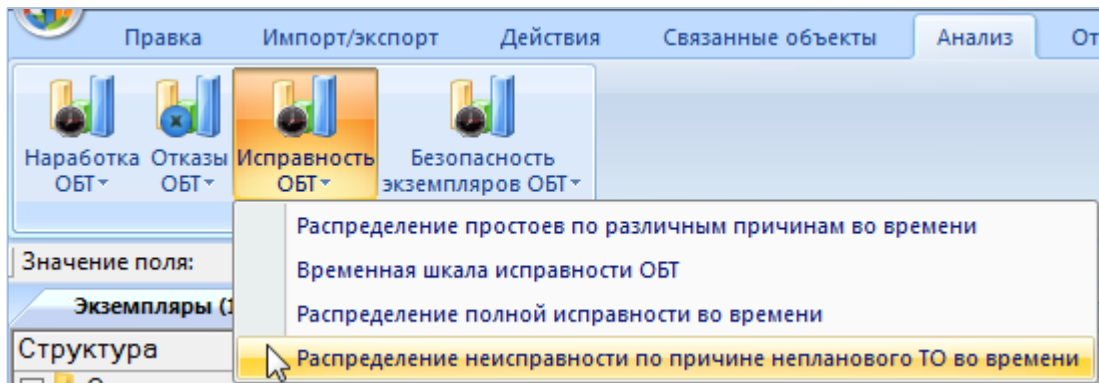

Рис. 28-39 – Выбор диаграммы по исправности
3) Нажать кнопку «Исправность ФИ» панели «Диаграммы» на вкладке «Анализ» и выбрать пункт «Распределение неисправности по причине непланового ТО во времени» (рис. 28-39).